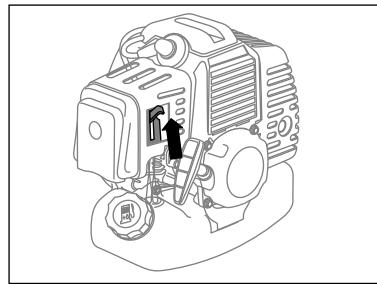
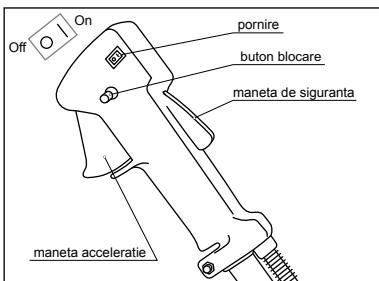

fig. 11
fig. 14
- Deplasați maneta robinetului de aer în sus în poziția |/| (fig. 11). Rotiți comutatorul de pe maneta de comandă în poziția "On" (fig. 14).
- Apăsați ușor maneta de accelerare, aducând motorul la viteza lui maximă și porniți aparatul (fig. 14). Pentru a così, țineți trimmerul cu ambele mâini pe mâneră.